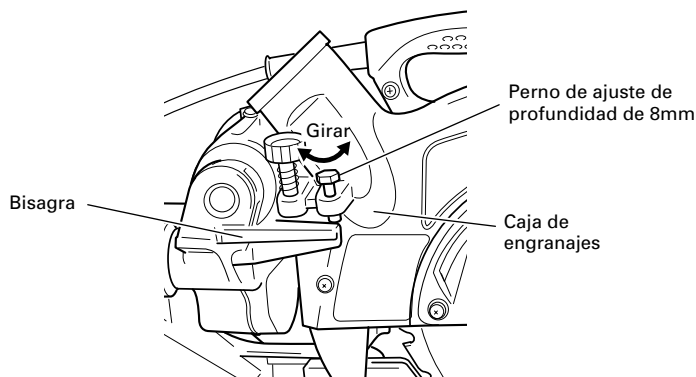

Fig. 10-b
**NOTA:** Cuando corte una pieza de trabajo cuya altura exceda de 2-9/16" (65mm) en el corte en ángulo recto, 1-25/32" (45mm) en el corte en ángulo a bisel izquierdo, o 2-3/8" (60mm) en el corte en ángulo a bisel derecho, ajuste la posición de límite inferior de manera que la base de la cabeza del motor (consulte la Fig. 10-a) no entre en contacto con la pieza de trabajo.